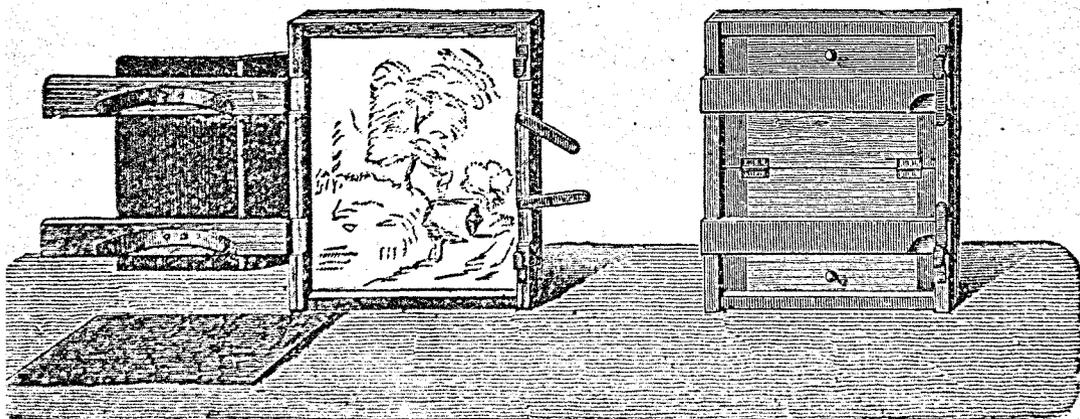

Fig. 442. — Châssis-press.
**Tirage.** — Pour obtenir un positif, on place le cliché dans un *châssis-press* (fig. 442). Cet appareil est une petite caisse plate, avec une glace comme fond,